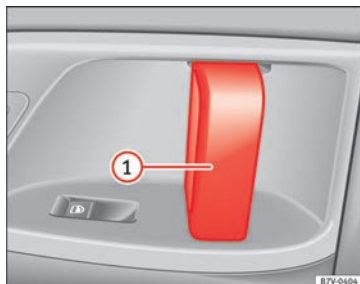

Bild 134 På skjutdörren: dörrhandtag ①
Öppna skjutdörren inifrån.	När skjutdörren släpps öppnar du dörren helt genom att dra i innerhandtaget » bild 134 ① .